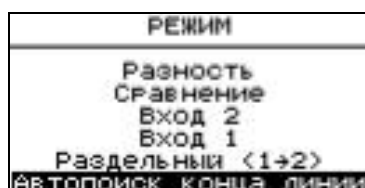

Рисунок 35
- В появившемся меню выберите пункт "Автопоиск конца линии" (рисунок 35).